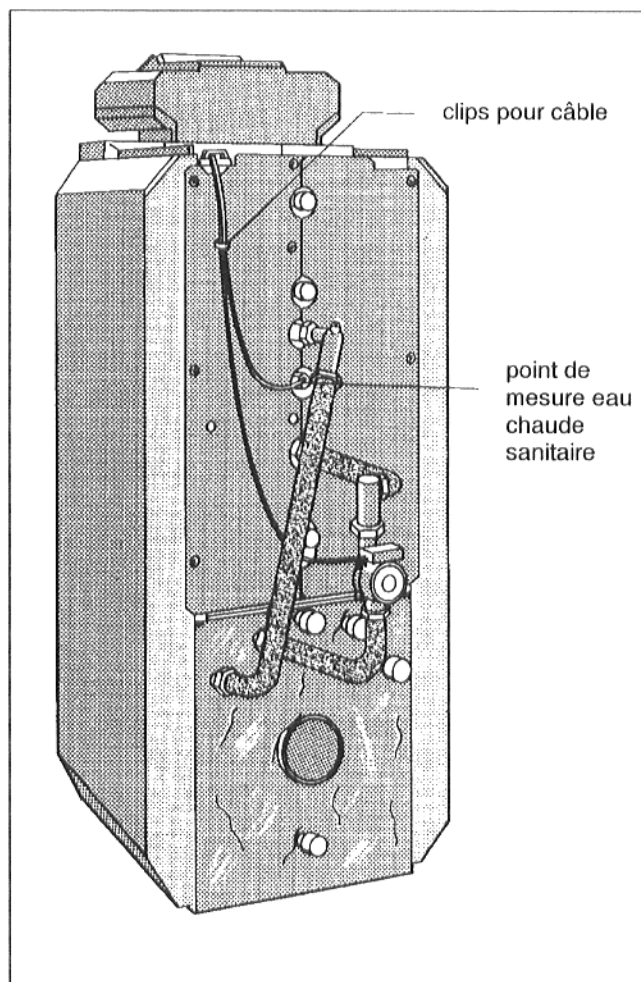

Fig. 25
- Enfoncer les clips de câbles dans les perforations du panneau arrière (Fig. 25).
- Faire passer les câbles de la pompe de charge du préparateur et ceux de la sonde d'ECS par le porte-câble jusqu'à l'appareil de régulation et les raccorder conformément au schéma de connexion (Fig. 25).
- Poser les câbles sans tension et les introduire dans les clips (Fig. 25).